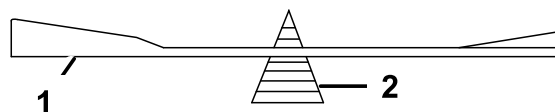

Figura 91
2. Verifique el equilibrio de la cuchilla colocándola sobre un equilibrador de cuchillas (Figura 91).
**Nota:** Si la cuchilla no está equilibrada, rebaje algo el metal en la parte de la vela solamente (Figura 91).